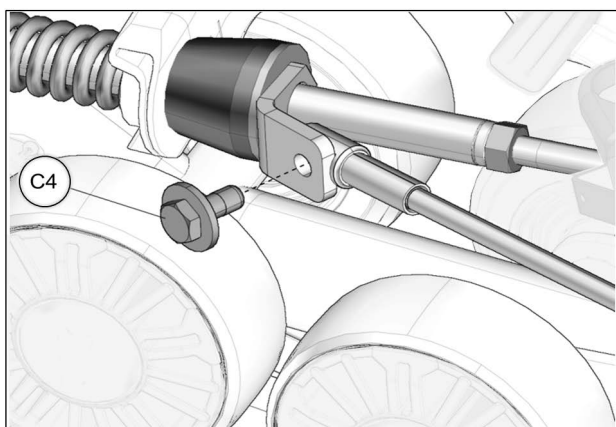

Fig. 26
19. Tourner légèrement le volant dans le sens contraire jusqu'à ce que le câble puisse être fixé à la plaque de support en utilisant le boulon (C4) fourni. Serrer à un couple de 35 Nm [24 lb•pi]. Voir la Fig. 26. Effectuer le même exercice du côté droit.